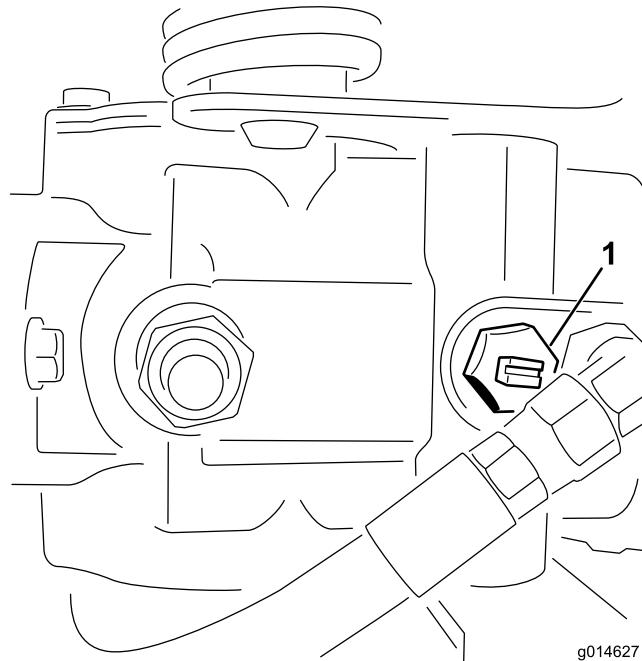

Figure 42
- Trouvez la vanne de dérivation sur la pompe jusqu'à ce que la fente soit verticale (Figure 42).
2. Avant de mettre le moteur en marche, fermez la vanne de dérivation (fente horizontale) (Figure 42). Ne mettez pas le moteur en marche quand la vanne est ouverte.